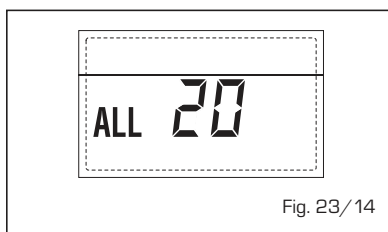

Fig. 23/14
- ANOMALÍA AVERÍA Sonda IMPULSIÓN PRIMERA ZONA MEZCLADA "ALL 21" (fig. 23/15)